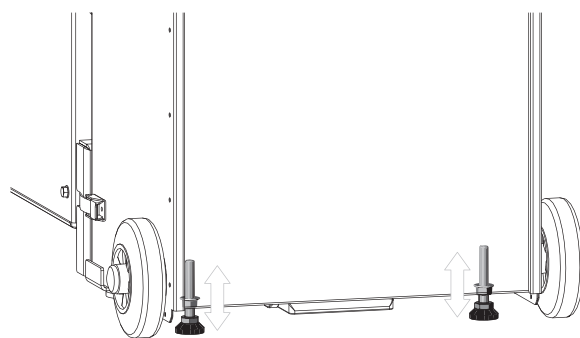

Fig. 127
- ▶ Regolare le viti di regolazione sul contenitore cenere e fissarle con il dado – Fig. 127.